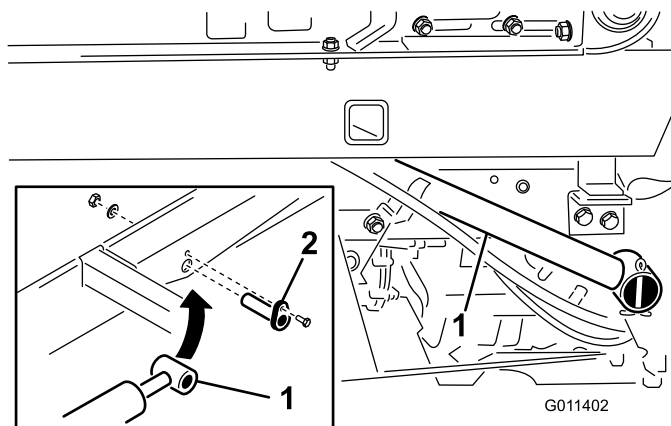

Figura 12
1. Assicurate ogni estremità dell'asta del cilindro di sollevamento alla base dello spargitore con una spina cilindrica (Figura 12).
2. Assicurate ogni spina cilindrica alla base dello spargitore con una vite a testa cilindrica (1/4" x 3/4"), una rondella piana e un dado (Figura 12).